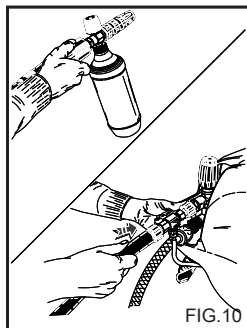

FIG.10
APPLICATION KIT ASPIRATION DÉTERGENT (Accessoire optionnel) (fig. 10)
2) Retirer la rallonge de la poignée et insérer la lance double ou la lance à buse réglable, le kit vaporisateur de détergent, actionner le nettoyeur, activer la commande d'aspiration du détergent placée sur la lance (fig. 10 - 12) et asperger la surface à laver de bas en haut. Laisser agir quelques minutes.